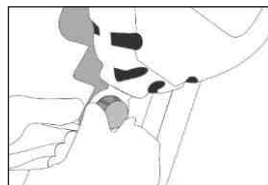

Fig. 3
- 3) Plasser den sorte skruen i fallsikringens forankringsring og skru den inn i mutren (fig. 3).